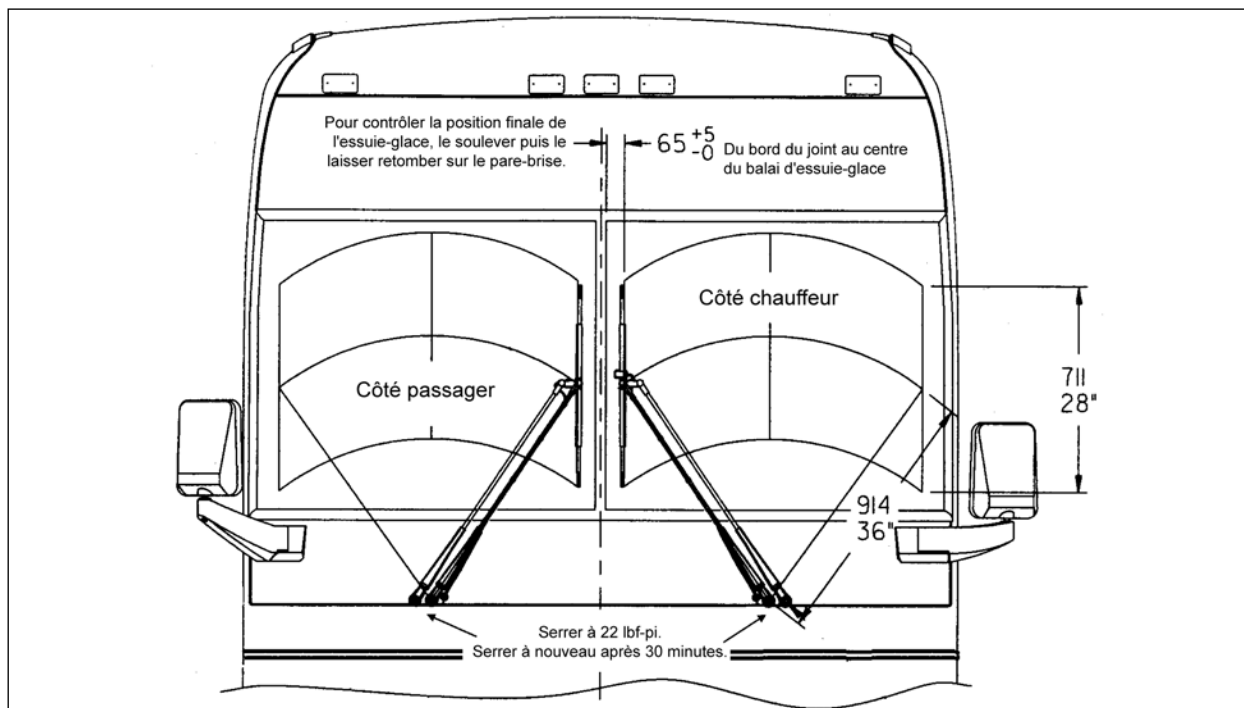

FIGURE 40 : POSITIONNEMENT DES BRAS D'ESSUIE-GLACE
1. Réinstaller les bras d'essuie-glace et les positionner comme illustré à la figure 40. Avant de mettre les essuie-glaces dans leur position définitive, serrer les écrous à 9 lb-pi (12 N.m).